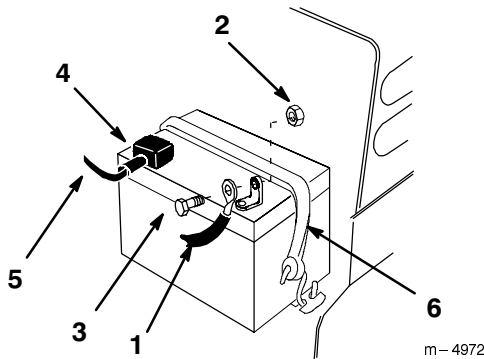

Bild 36
4. Klemmen Sie das Minuskabel (schwarz) vom Batteriepol ab (Bild 36).
5. Schieben Sie die Gummiabdeckung am Pluskabel (rot) nach oben. Klemmen Sie das Pluskabel (rote Abdeckung) vom Batteriepol ab (Bild 36).
6. Entfernen Sie das Batteriebefestigungsband (Bild 36). Entfernen Sie die Batterie aus dem Traktor.
2. Sichern Sie das Batteriebefestigungsband ab (Bild 36).
3. Schließen Sie das Pluskabel (rote Abdeckung) mit der Schraube und Mutter am (+) Pluspol an (Bild 36). Schieben Sie die Gummiabdeckung über den Batteriepol.
4. Schließen Sie das (schwarze) Minuskabel mit der Schraube und Mutter am (-) Minuspol an (Bild 36).